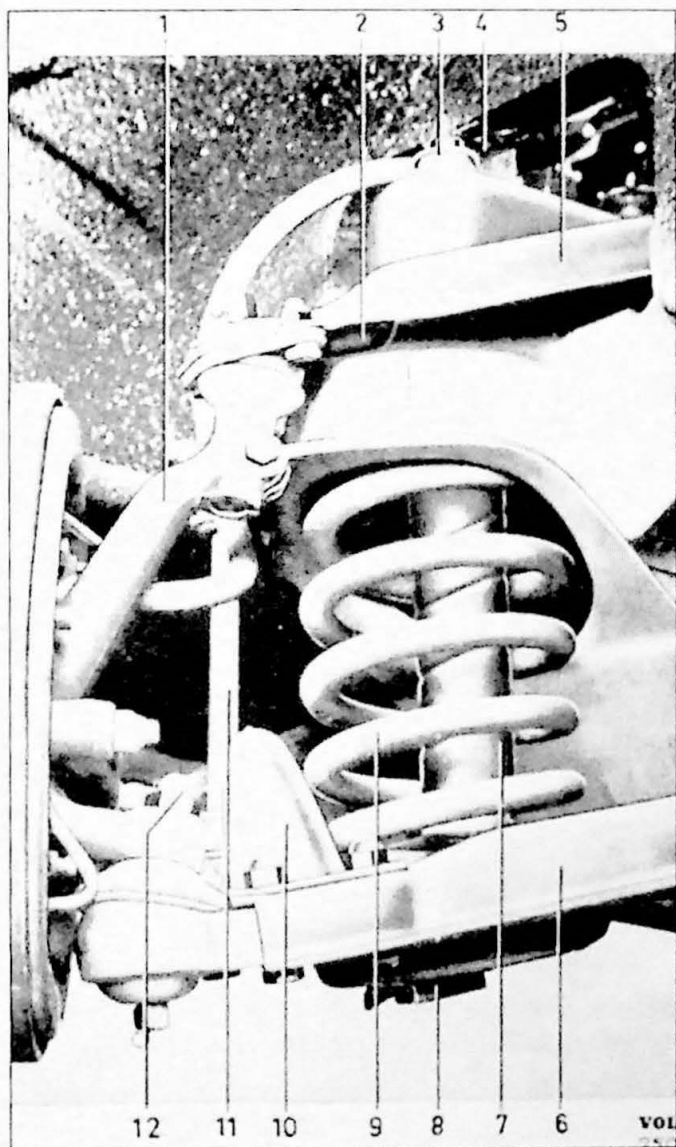
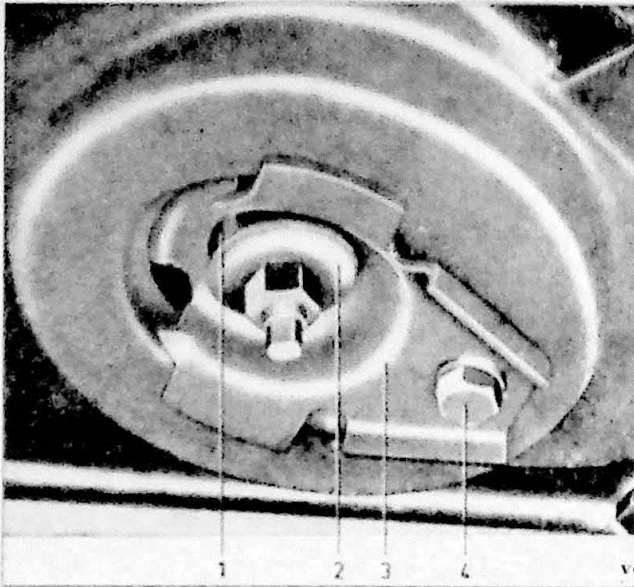

Fig. 10.23. Voorveer en schokbreker.
Fig. 10.24. Onderste bevestiging van voor schokbrekers.
4. Verwijder de moeren van de schokbreker evenals de ringen en rubber bussen (3, Fig. 10.23 en 1, Fig. 10.24). Verwijder de bouten (4, Fig. 10.24) voor bevestigings-plaat (3) en trek deze en de schokbrekers naar beneden.
6. Verwijder de stabilisator van de onderste draagarm. Demonteer de moer (12, Fig. 10.23) van de onderste kogelgeleiding.
Plaats de rubber buffer en plaat (10, Fig. 10.23) op zijn plaats in de veerschotel in de wieldraagarm en monteer de veer in omgekeerde volgorde van demontage.
1. Demonteer de bovenste bevestigingsmoer, ring (4, Fig. 10.23) en rubber bus (3).
2. Demonteer de bovenste bevestigingsmoer, ringen en rubber bus (2 en 3, Fig. 10.23).
3. Verwijder bouten (4, Fig. 10.24) voor bevestigingsplaat (3) in de onderste draagarm en verwijder de plaat en de schokbreker.